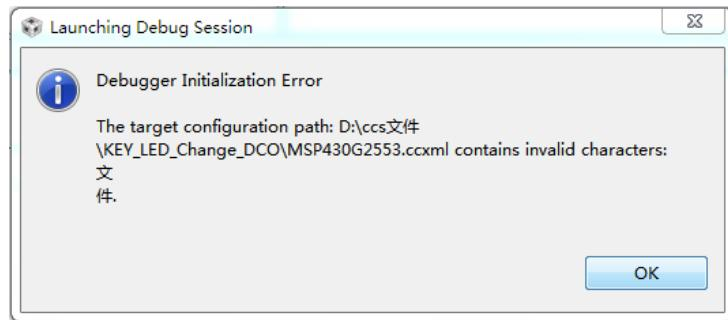

图 2.1 使用中文路径后仿真报错
- 1) 一定不要使用中文路径，图 2.1 所示为使用中文路径后编译报错提示。